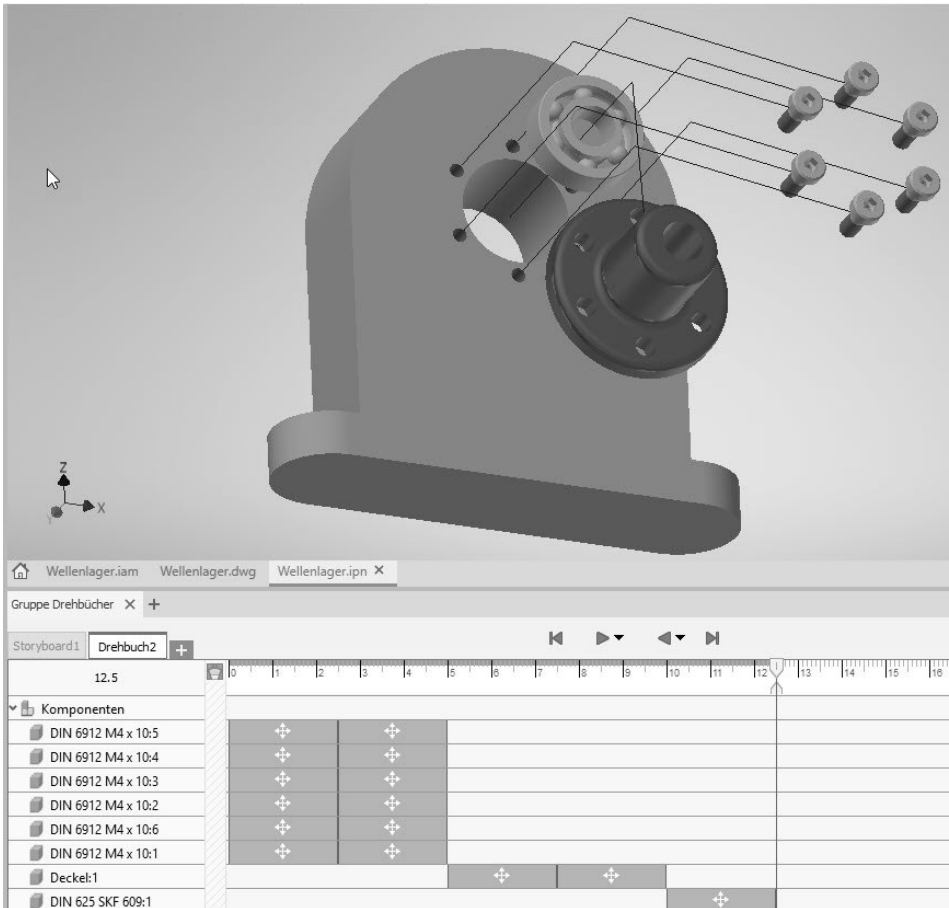
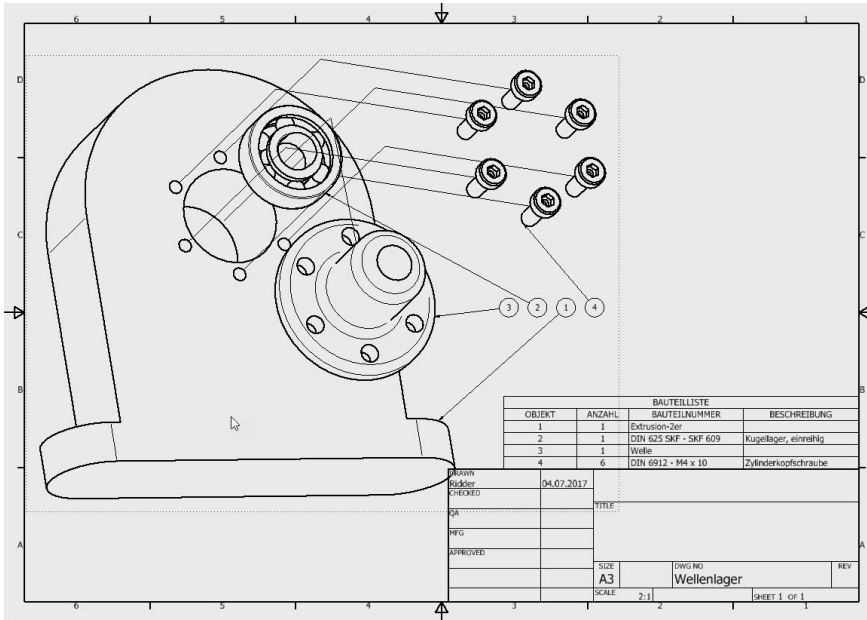

Abb. 1.5: Präsentation mit Animationspfaden und Drehbuch (unten)
Abb. 1.6: Zeichnung der Explosionsansicht mit Positionsnummern und Stückliste
- Die Explosionsdarstellung entsteht in einer *.ipn-Datei. Die Endung steht für »Inventor-PräsentatioN«, kurz IPN (Abbildung 1.5). Auch aus einer Präsentation kann eine Zeichnung erstellt werden (Abbildung 1.6).